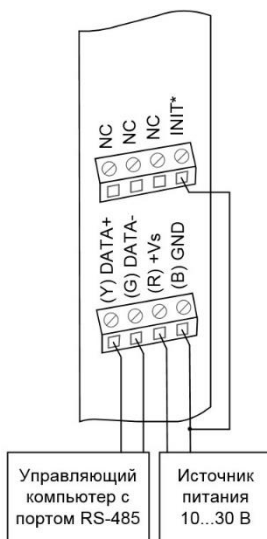

Рис. 4.3. Соединение вывода INIT* с выводом "GND"
- соедините вывод "INIT*" с выводом "GND" в соответствии с рис. 4.3;